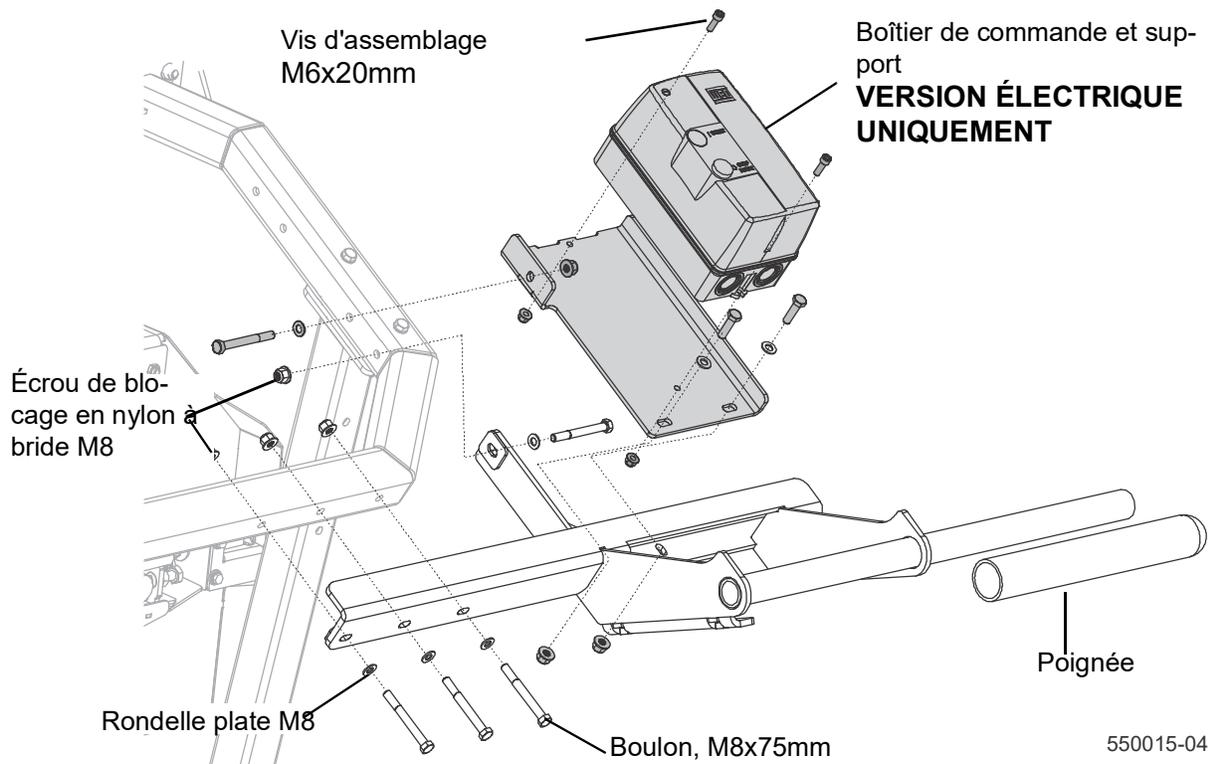

FIG. 3-26
1. Fixez la poignée de poussée au cadre avec les boulons M8x75mm comme indiqué sur la fig. 3-26.